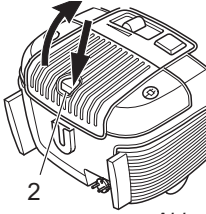

Abb. 26
2. Öffnen Sie die Ausblasfilter-Abdeckung (Abb. 26/1). Drücken Sie dazu die Verriegelung (Abb. 26/2) nach hinten und ziehen Sie die Ausblasfilter-Abdeckung nach oben.